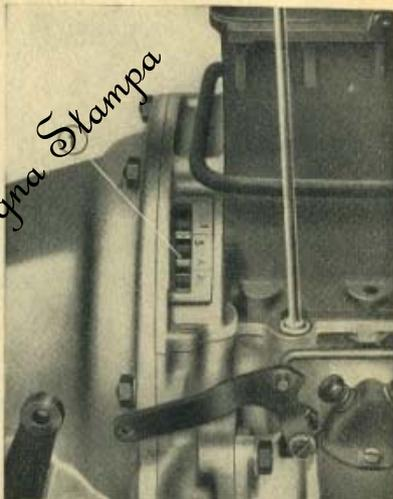

Fig. 8 - Indice per la messa in fase della distribuzione
- b) Far girare — con la manovella — l'albero motore fino a che il dente del volano motore, segnato con la lettera « O » non venga a coincidere con l'incisione 1/3 segnata sul bordo della feritoia della scatola del volano (ved. fig. 8) ed il pettine dello spinterogeno sia in corrispondenza del contatto del cavo che va al cilindro N. 3 (vedi fig. 14).